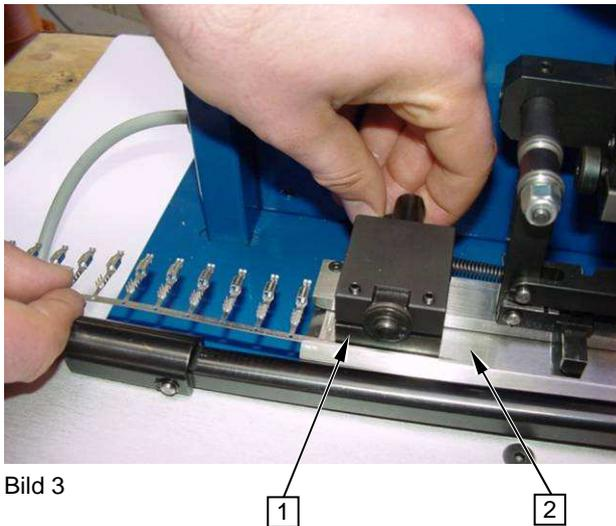

Bild 3
3. Drehen Sie den Hebel der Produktbandbremse [1] nach unten, um sie zu lösen, und fädeln Sie das Produktband in die Zuführschiene [2] ein (siehe Bild 3).